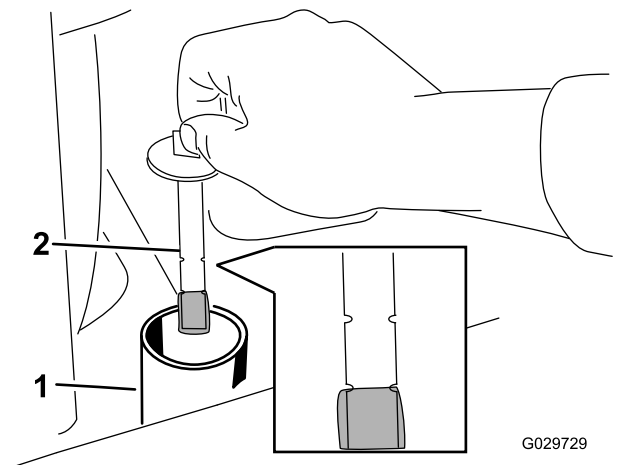

Figura 72
6. Togliete il tappo del serbatoio idraulico e l'asta di livello (Figura 72).